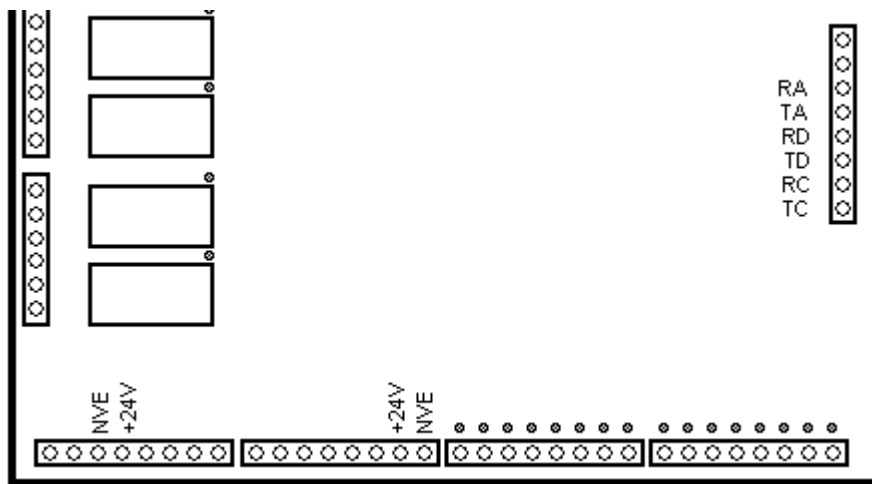
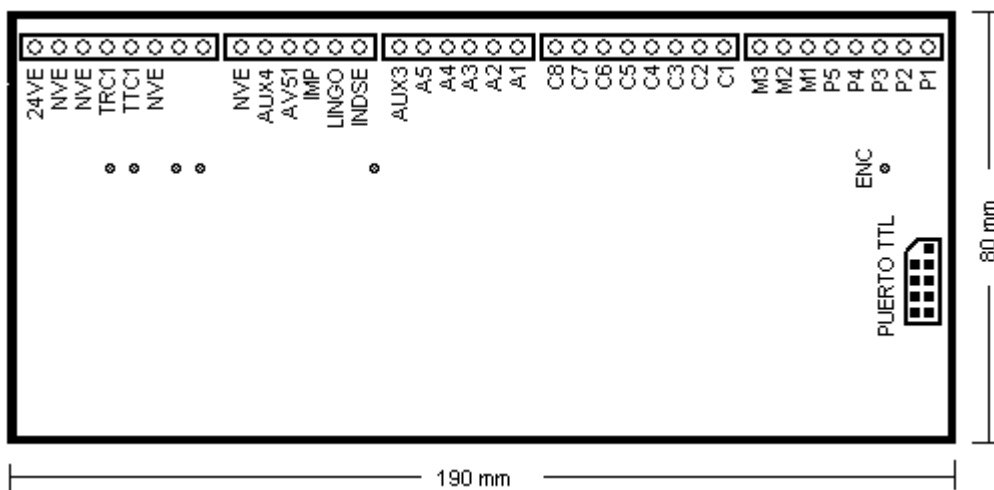
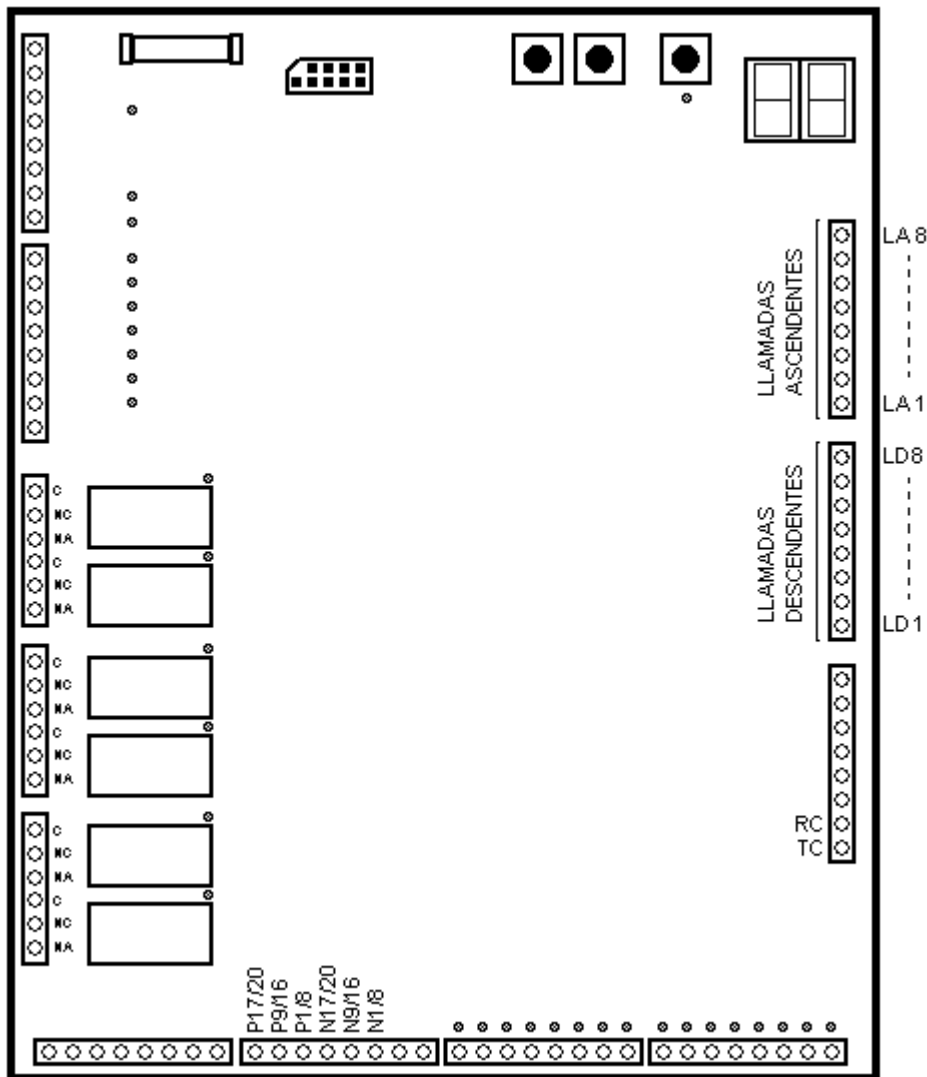

Figura 15
Figura 16
Figura 17
- Se conecta fuente de 24Vcc entre los terminales 24VE y NVE de los accesorios CCA51SE (Figura 16) e IPS
- El terminal TC del controlador CEA36 (Figura 15) se conecta al terminal TTC1 del CCA51SE (Figura 16)
- El terminal RC del controlador CEA36 (Figura 15) se conecta al terminal TRC1 del CCA51SE (Figura 16)
- El terminal TD del controlador CEA36 (Figura 15) se conecta a los terminales Tx de los IPS descendentes
- El terminal RD del controlador CEA36 (Figura 15) se conecta a los terminales Rx de los IPS descendentes
- El terminal TA del controlador CEA36 (Figura 15) se conecta a los terminales Tx de los IPS de ascendentes
- El terminal RA del controlador CEA36 (Figura 15) se conecta a los terminales Rx de los IPS de ascendentes
- Se conecta fuente de 24Vcc entre los terminales 24VE y NVE del accesorio CCA51SE (Figura 16)
- El terminal TC del controlador CEA36 (Figura 17) se conecta al terminal TTC1 del CCA51SE (Figura 16)
- El terminal RC del controlador CEA36 (Figura 17) se conecta al terminal TRC1 del CCA51SE (Figura 16)